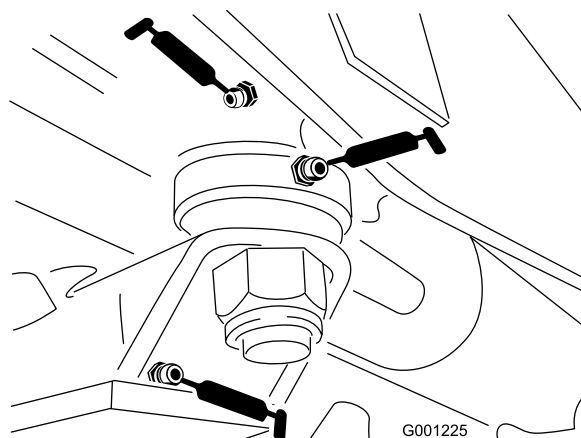

Figura 43
- Casquillos de la placa de dirección (Figura 43)
- Casquillo del pasador del eje (Figura 43)